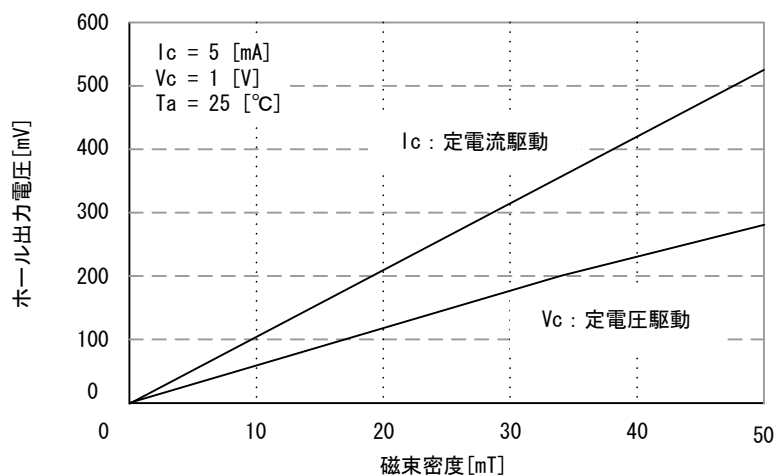

図 5.2 ホール出力電圧[mV] - 磁束密度[mT]
- 感度[V/mT] : 図 5.2のホール出力電圧 - 磁束密度 (V_c : 定電圧駆動) から読み取ります。